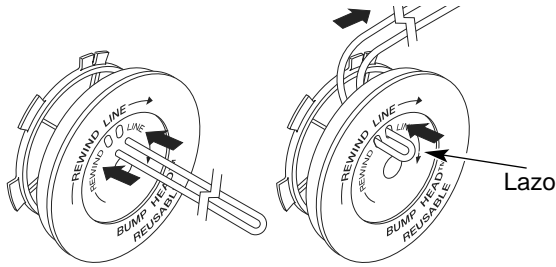

Fig. 19
6. Tome aproximadamente 5.4 m (18 pies) de nueva línea de corte, enlázcela en dos longitudes iguales. Inserte cada extremo de la línea a través de uno de los dos orificios del carrete interior (Fig. 19). Pase la línea a través del carrete interior de modo que el lazo sea lo más pequeño posible.